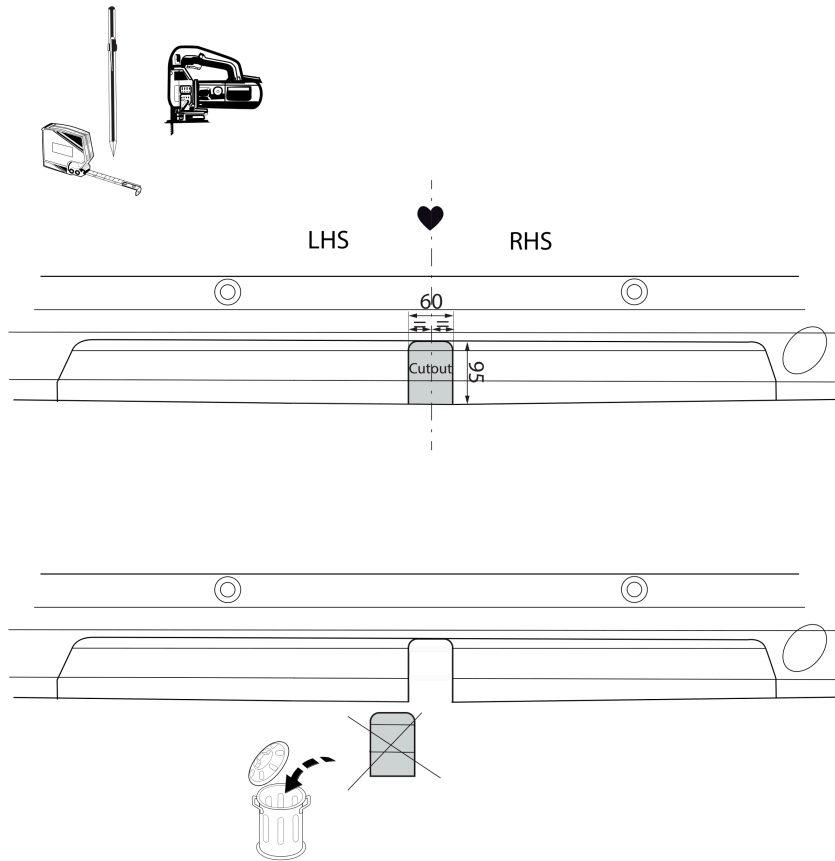

Fig. 3
6. Выпилить часть из бампера в середине снизу, как указано на рис. 3.